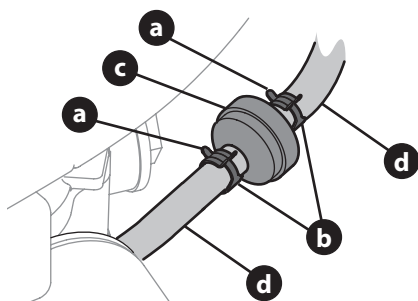

Figura 18
2. Use pinzas para agarrar las pestañas (a) de las abrazaderas (b), a continuación, aleje las abrazaderas del filtro de combustible (c) (Figura 18).